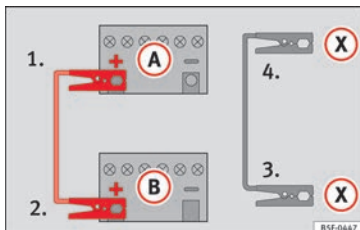

Bild 79 Skiss över anslutning i fordon med start-/stoppsystem.
- **Fordon med start-/stoppsystem:** Anslut ena änden av den **svarta** startkabeln **(X)** till en lämplig jordpunkt, en fast metalldel på motorblocket eller till själva motorblocket » » **bild 79**.